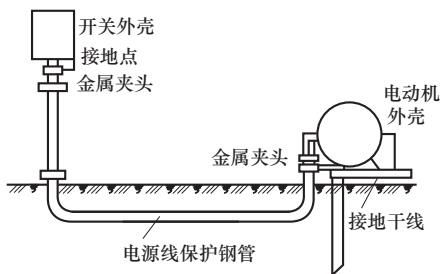

图 11-20 接地支线利用自然金属体
(7) 接地支线同样可以利用周围环境中已有的金属体，在保护接地中，可利用电动机与控制开关之间的导线保护钢管，作为控制开关外壳的接地线，安装时用两个铜夹头分别与两端管口连接，方法如图 11-20 所示。